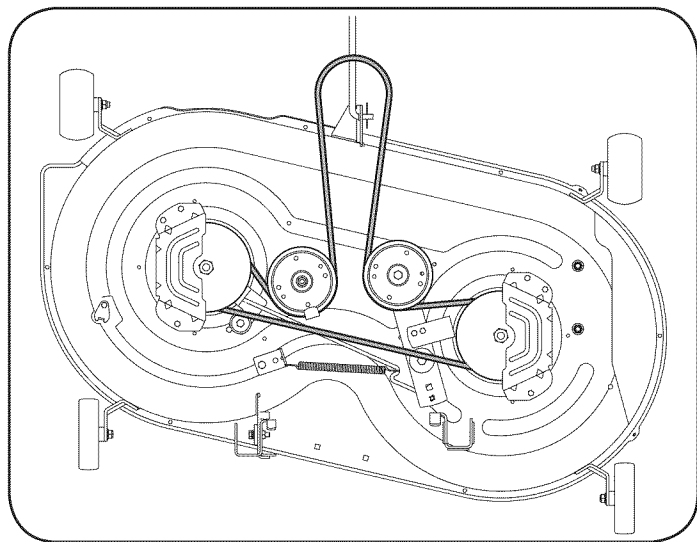

Figura 15
- Para colocar la correa nueva, comience pasándola alrededor de las dos poleas de husillo externas como se ve en la Figura 15.
- Pase luego la correa alrededor de las dos poleas locas de la plataforma, como se ve en la Figura 15.